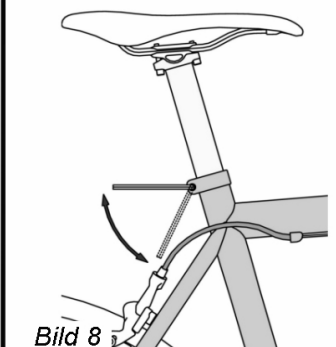

Bild 8
- Die Sattelhöhe wird mittels der Sattelstützenklemmung am oberen Ende des Sattelrohres eingestellt, **Bild 8**.